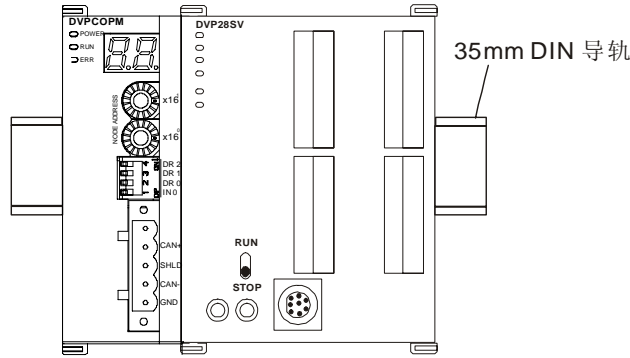

图 3-2
- 压入 SV 主机及 DVPCOPM-SL 模块的 DIN 轨固定扣，将 SV 主机及 DVPCOPM-SL 模块固定在 DIN 导轨上，如图 3-2 所示：